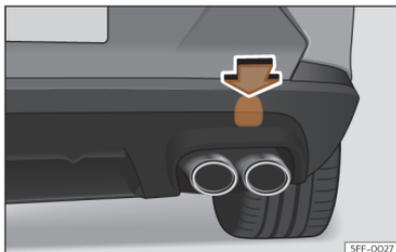

Fig. 201 En el lado derecho del paragolpes trasero: retirar la tapa.
El alojamiento de la argolla de remolque enroscable se encuentra en el lado derecho del paragolpes trasero detrás de una tapa >>> **fig. 201**.
- Presione sobre la zona superior de la tapa >>> **fig. 201** para desencastarla.